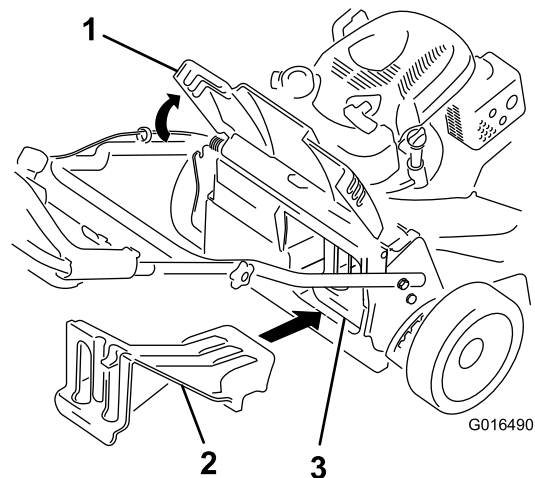

Figura 25
- Si el tapón de descarga trasero no está instalado, sujételo por el asa, eleve la puerta trasera e introdúzcalo en el conducto de descarga trasera hasta que el enganche encaje en su sitio; consulte Figura 25.
Importante: Asegúrese de que el tapón de descarga trasera está colocado antes de reciclar los recortes (Figura 25).